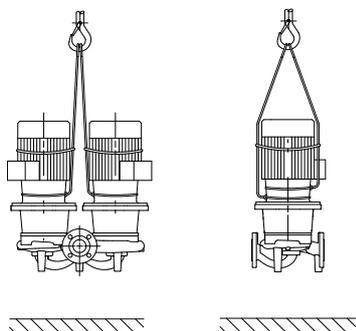

Рис. 7: Строповка насоса
- Проушины для транспортировки на моторе служат при этом только для задания направления при захвате груза (рис. 7).